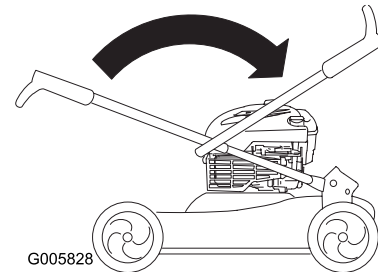

Figure 52
7. Pliez la moitié supérieure du guidon en arrière de la manière indiquée (Figure 52).